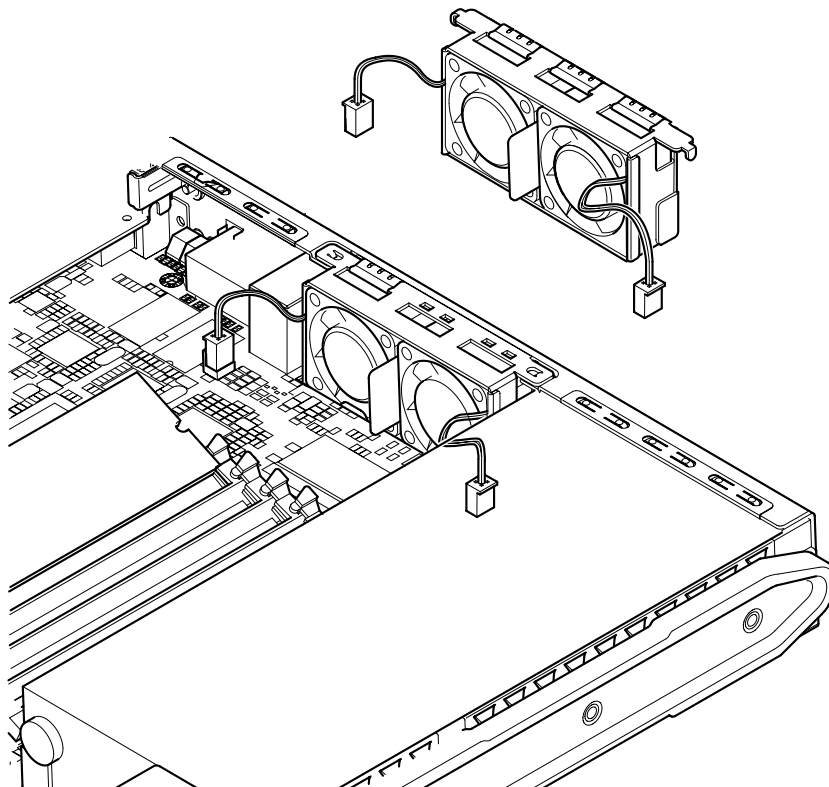

РИС. 11-10 Замена заднего блока вентиляторов (вентиляторы 1 и 2)
- 2. Вскрыв сервер и положив его на антистатическую подкладку, а также надев на запястье надлежащим образом заземленный антистатический браслет, отсоедините от системной платы кабели питания вентиляторов (см. РИС. 11-10).**
- 5. Подсоедините кабели вентиляторов к системной плате (см. РИС. 11-10).**